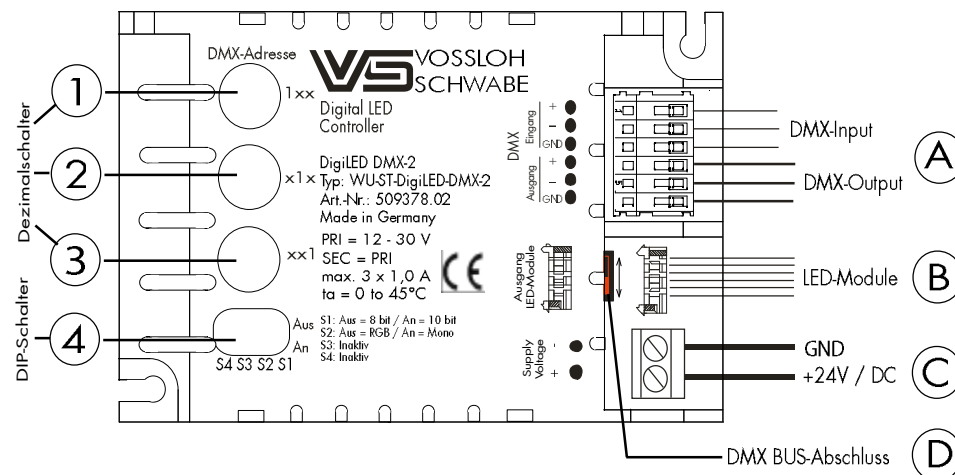

Abbildung 1: Anschluss-Schema DigiLED DMX-2
In der Abbildung 1 ist das Anschluss-Schema des DigiLED DMX-2 aufgezeigt. An Anschlüssen besitzt das Modul eine 2-polige Schraubklemme (C) für die Spannungsversorgung, eine 6-polige Steckklemme für den DMX-Ein- und Ausgang (A) sowie einen Systemstecker (B) als Ausgang zu den LED-Modulen. Die Anzahl der steuerbaren Module richtet sich nach der Stromaufnahme der Leuchtmodule, wobei in der Summe pro Kanal maximal 1,0 A nicht überschritten werden darf. Durch einen aktiven Ausgang (DMX-Output) ist es möglich, weitere DMX-Geräte zu kaskadieren (max. 32 DMX-Geräte).
Die Übertragungsleitung muss am jeweils letzten Empfänger der DMX512-Übertragungsstrecke mit einem Widerstand abgeschlossen werden. Dieser Widerstand ist bereits integriert und kann am Gerät mit einem Schiebeschalter (D) ein und ausgeschaltet werden. In der Abbildung 1 ist der Schalter auf "EIN" dargestellt.